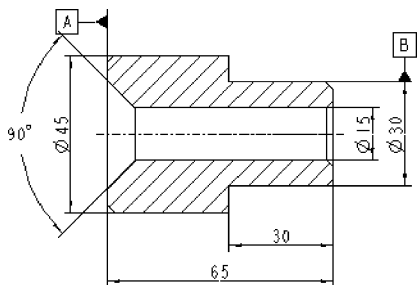
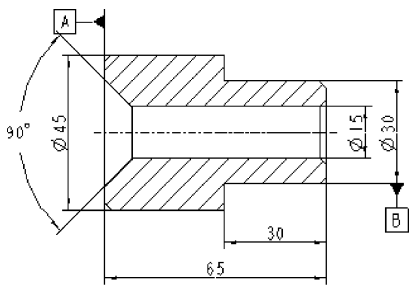

图 10-233 完成基准
图 10-234 改变基准方向
(11) 在【轴】对话框的【放置】选项组中单击【在尺寸中】单选按钮, 消息区提示“选取文本定位的尺寸”, 在图形区选取左右边的尺寸“ $\phi 30$ ”, 此时基准 B 放置在直径尺寸线的延长线上, 如图 10-233 所示。
(12) 单击【确定】按钮, 完成轴基准的创建。
(13) 如欲基准 B 显示在 $\phi 30$ 尺寸的下箭头位置, 则可选中基准 B, 按下鼠标右键, 在弹出的快捷菜单中选择【反向尺寸界线】选项即可, 如图 10-234 所示。